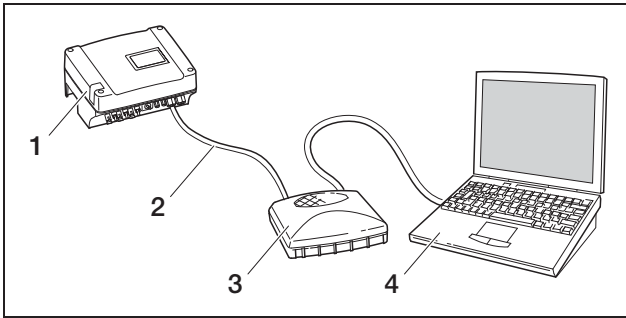

Abbildung 22: Wechselrichter und Computer mit Ethernetkabeln und Switch verbinden
- a) über ein lokales Netzwerk (Switch und Ethernetkabel, siehe Abbildung 22) verbinden oder